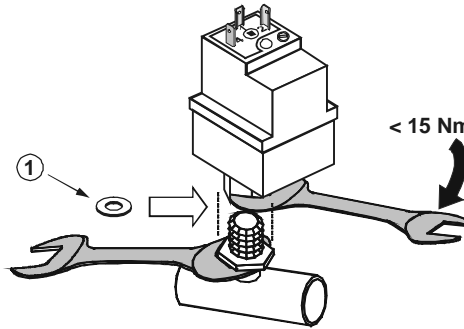

Fig. 2
Złącze śrubunkowe patrz Rys. 2. Należy stosować uszczelkę miedzianą (1).
Fig. 2 per attacco filettato. Usare guarnizione di rame (1).